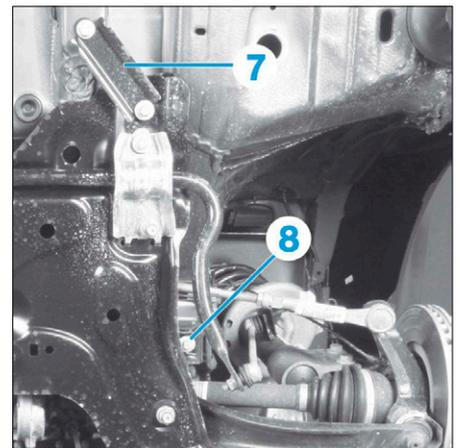
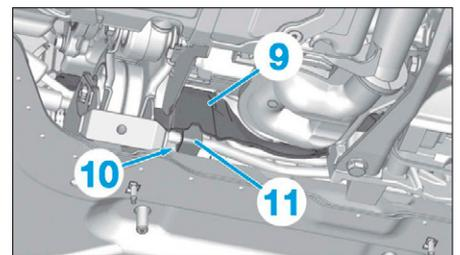
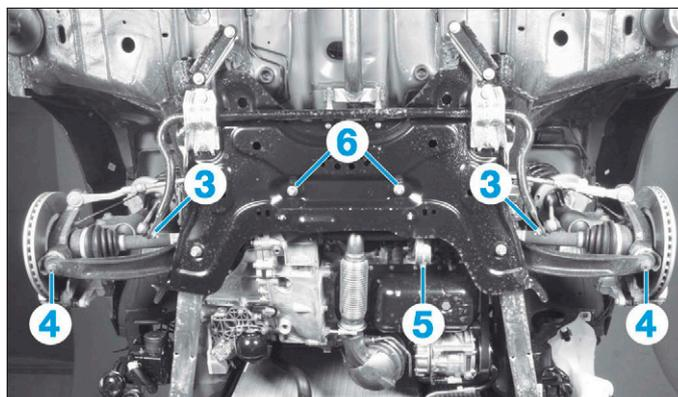

FIG. 20
FIG. 21
FIG. 19
- les écrous des biellettes de barre stabilisatrice (3) (Fig.19),
- les écrous de rotule de pivot (4),
- la biellette anticouple (5),
- les écrous de fixation du boîtier de direction (6).
- les renforts (7) (Fig.20),
- les fixations avant (8).
- Écarter la protection thermique (9) du mécanisme de direction (Fig.21).
- Déposer la vis du support tubes (10) de mécanisme de direction.
- Écarter le support tubes (11).